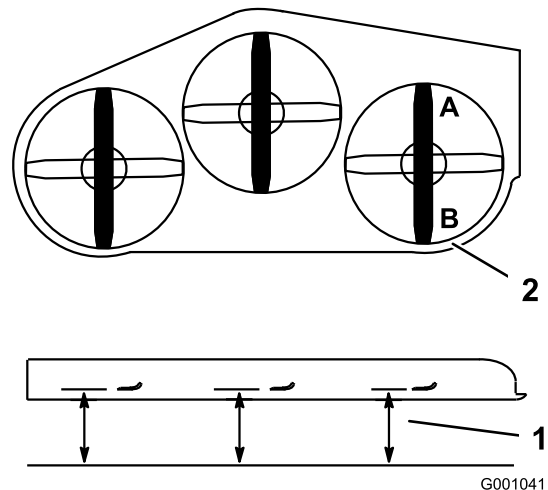
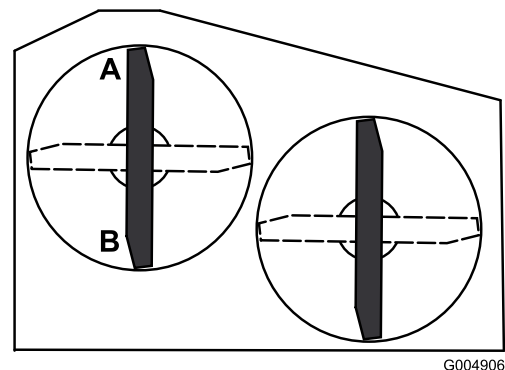

Figure 65
Figure 66
- Tournez une lame dans le sens longitudinal. Mesurez la distance aux points **A** et **B** entre une surface plane et le bord coupant des pointes des lames (Figure 65 ou Figure 66). Pour les tabliers de coupe de 36 pouces, reportez-vous à la Figure 66.
4. Tournez les lames dans le sens longitudinal. Mesurez la distance aux points C et D (Figure 65) entre une surface plane et le bord coupant des lames.